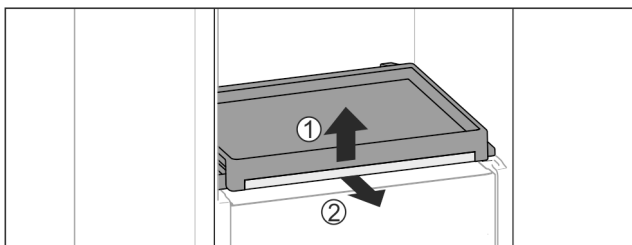

Fig. 111
- ▶ Odstranite izvlečno polico s stekleno ploščo: Stekleno ploščo spredaj rahlo dvignite Fig. 111 (1) in jo izvlecite naprej Fig. 111 (2).